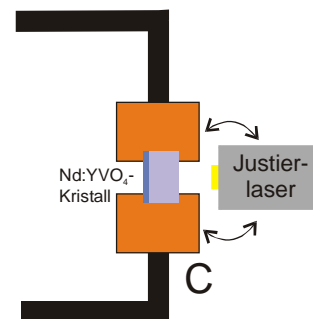

Abbildung 9: Einstellen des Justierlasers
- Bringen Sie die Laserdiode möglichst parallel und nahe (ca. 5 mm) an die rückseitige (also die der Pump-Laserdiode abgewandten) Öffnung des Nd:YVO₄-Kristallhalters C (vgl. Abb. 9). Schalten Sie die Sanyo Laserdiode ein, und justieren Sie den Strahl exakt mittig auf die Öffnung des Kristallhalters. Die Feineinstellung der Höhe nehmen Sie mit der Feingewindeschraube der Halterung vor.